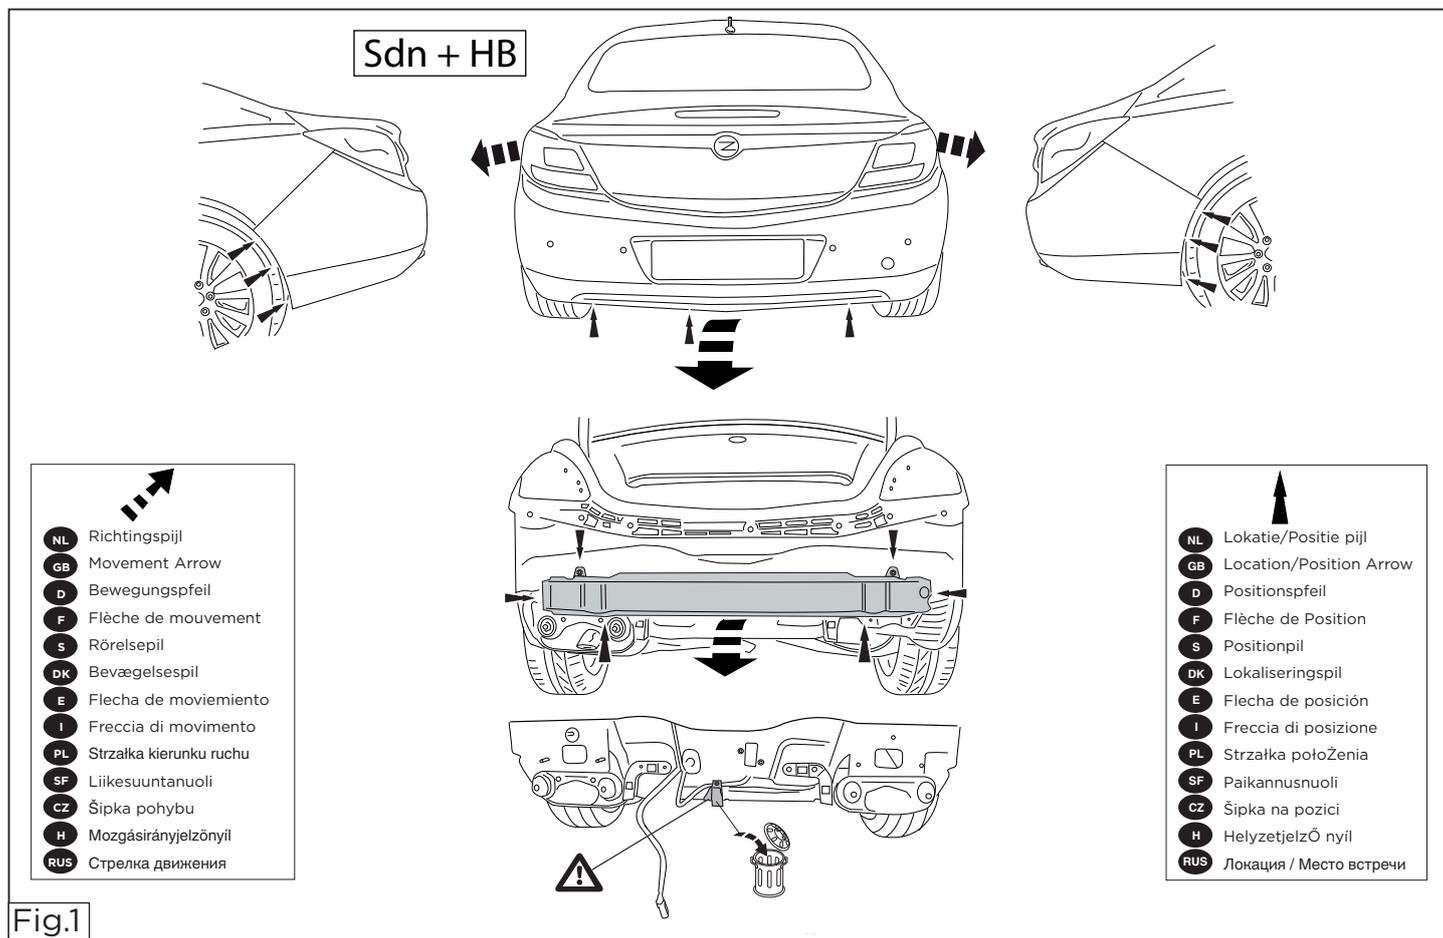

Fig.1
2. Déposer le pare-chocs du véhicule y compris la traverse en acier la traverse ne sera plus utilisée. Voir la figure 1 + 1a.